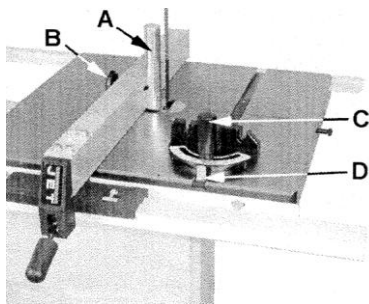

Рис. 7
Смонтируйте (вставьте) упор (A, рис. 7) с помощью болта с ручкой (B) на против зубьев полотна.